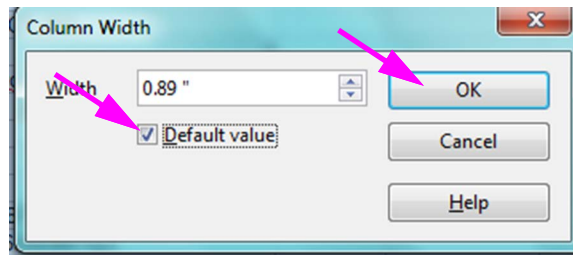

Abbildung 5-67. Dialogfeld „Column Width“ (Spaltenbreite)
7. Das Dialogfeld „Column Width“ (Spaltenbreite) wird angezeigt. Siehe Abbildung 5-67.